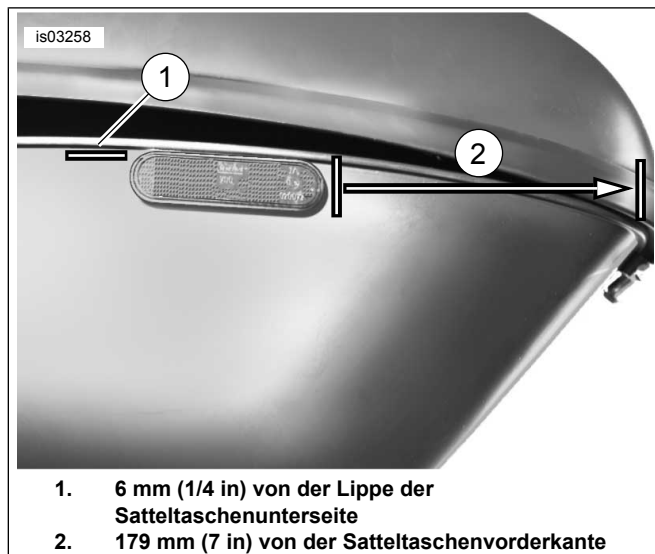

Abbildung 15. Den Reflektor an der Satteltasche anbringen
1. Siehe Abbildung 15. Den Reflektor ca. 179 mm (7 in) von der Satteltaschenvorderkante und 6 mm (1/4 in) von der Lippe der Satteltaschenunterseite anbringen.